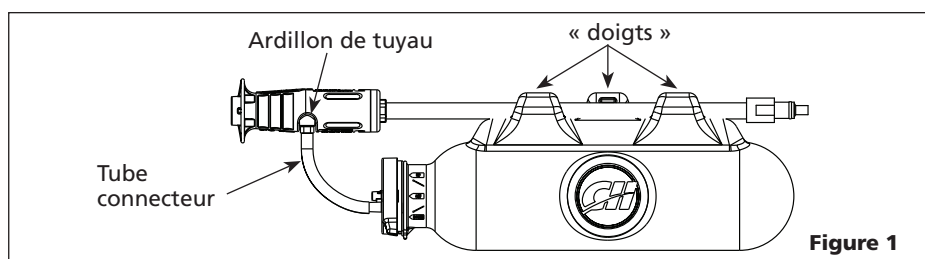

Figure 1
1. Placez le réservoir sur une surface solide, à plat. Placez ensuite la hampe de la lance entre les trois « doigts » sur le dessus du réservoir (voir la figure 1). NOTE : L'ajustement est très serré. Attention pour éviter tout dommage durant l'installation. Si vous réchauffez le doigt central avec un séchoir à cheveux, cela facilitera l'installation.
2. Glissez l'extrémité libre du tube connecteur sur la barbelure de tube fixée à la tête de lance (voir figure 1).
au sujet des spécifications et la bonne utilisation de la lance entre les trois « doigts » sur le dessus du réservoir (voir la figure 1). NOTE : L'ajustement est très serré. Attention pour éviter tout dommage durant l'installation. Si vous réchauffez le doigt central avec un séchoir à cheveux, cela facilitera l'installation.